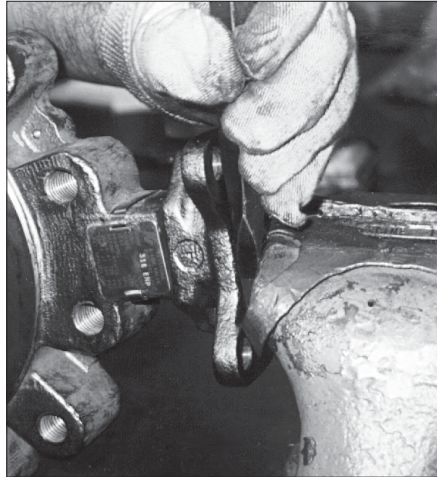

Рисунок 2 - Снятие верхнего вала с верхней ступицы диска.
2. После того, как губки тисков зафиксировали верхний вал [3], введите клиновидное зубило/пробойник между верхней пластиной корпуса затвора [1] и тисками. (См. Рисунок 2)